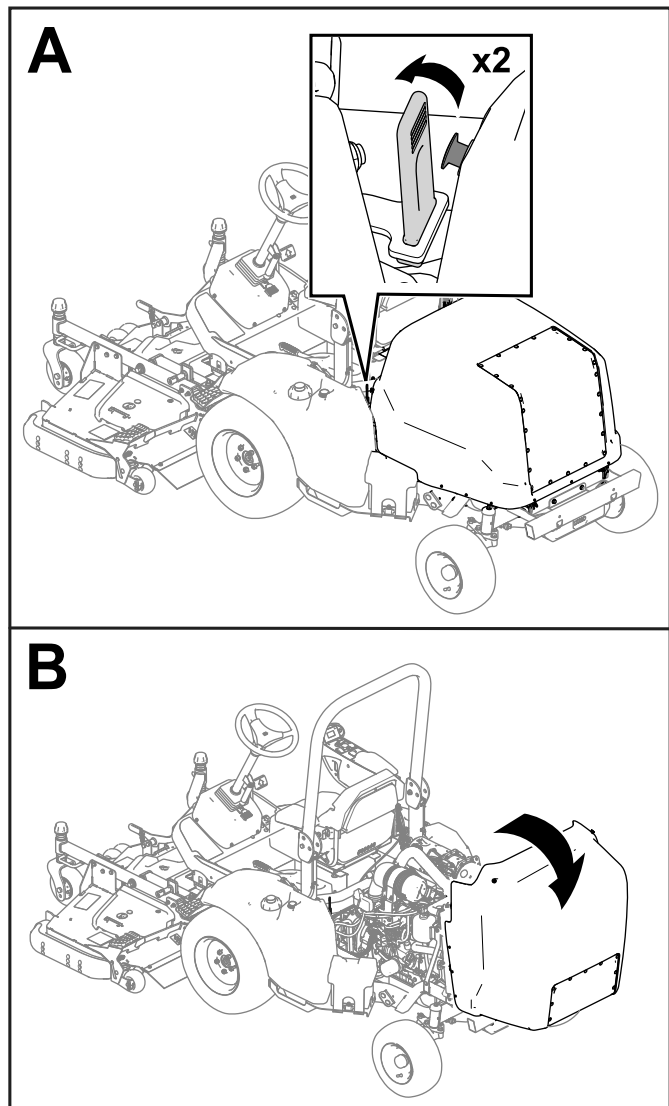

Figura 46
1. Liberte as correias de cada lado da máquina (Figura 46).
2. Eleve o capot (Figura 46).